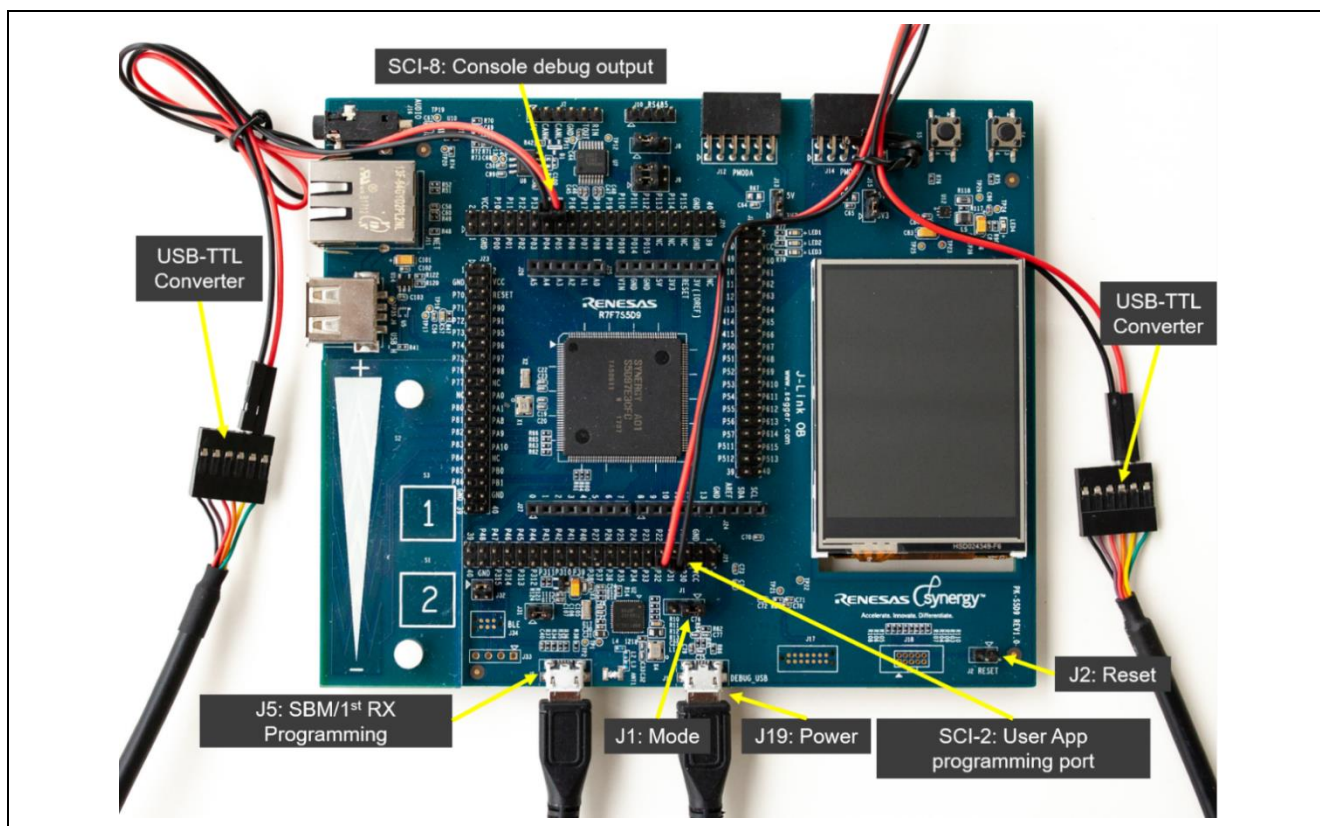

図 1. 配線図
- USB - TTL 変換ケーブルを、図 1 で示すようにボードの SCI-8 に接続します。USB コネクタを PC に接続します。このコネクタは、コンソールログに情報を表示する目的で使用します。この時点では、2 番目の USB-TTL 変換ケーブルはまだ PC やボードに接続しないでください。